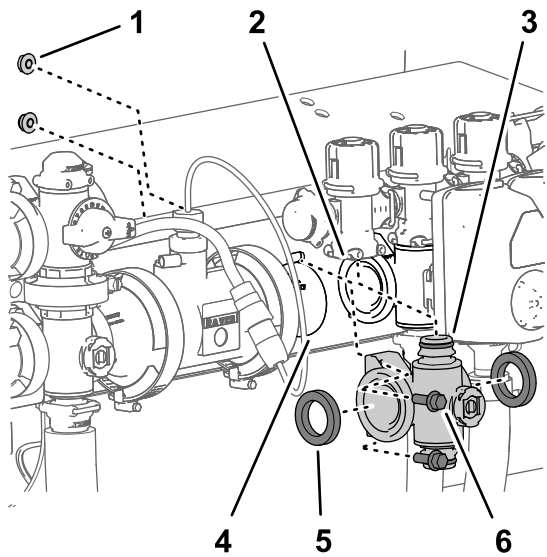
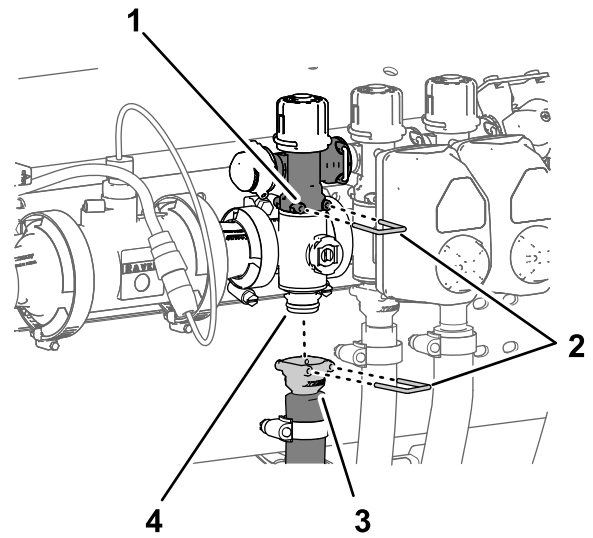

Figura 123
Figura 124
1. Alinee las 2 juntas que retiró en Retirada del distribuidor de sección \(página 88\) con las bridas del distribuidor de la válvula de sección (Figura 123).
- Alinee la brida del distribuidor de la válvula de sección entre las bridas de las otras válvulas de sección y/o los adaptadores de acoplamiento (Figura 123).
- Conecte el acoplamiento rápido del distribuidor de la válvula de sección al acoplamiento rápido hembra de la válvula de desvío de sección con una grapa (Figura 123 y Figura 124).
(Figura 123) con los 2 pernos con arandela prensada ($\frac{1}{4}$ " x $\frac{3}{4}$ ") y las 2 contratuercas prensadas ($\frac{1}{4}$ ") que retiró en Instalación del distribuidor de sección (página 91).
8. Monte el acoplamiento rápido de la manguera de sección en el acoplamiento rápido del distribuidor de la válvula de sección con la grapa (Figura 124).